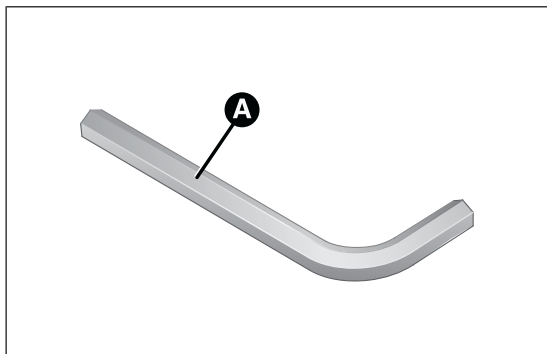

fig. 169
- prendre la clé Allen A fig. 169 fournie ;